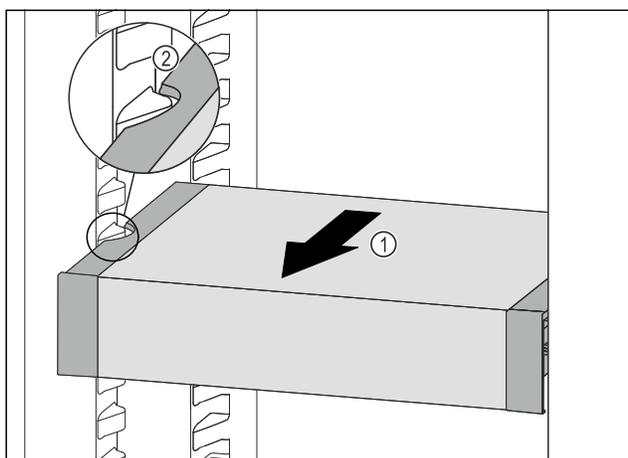

Fig. 103
- Tirer le VarioSafe vers l'avant Fig. 103 (1) jusqu'à ce que les encoches latérales du VarioSafe se trouvent au niveau de la nervure du bac dans la partie réfrigérateur. Fig. 103 (2)